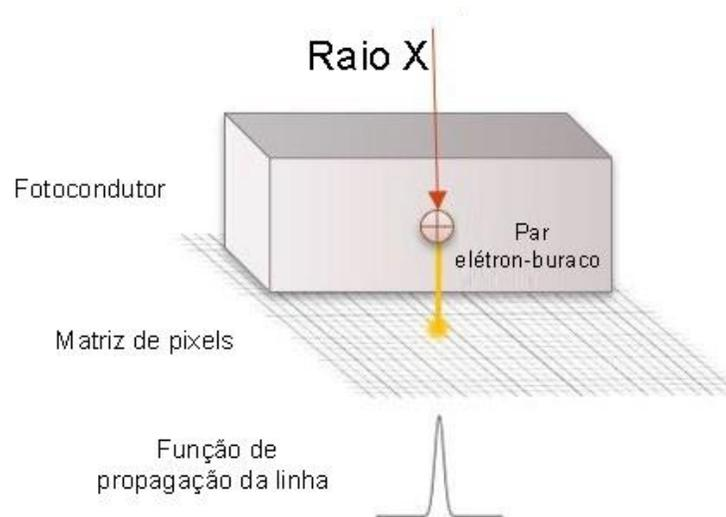

Fig. 22 – Alta resolução espacial de detectores de conversão direta
- A conversão direta fornece uma alta resolução espacial (Fig. 22).